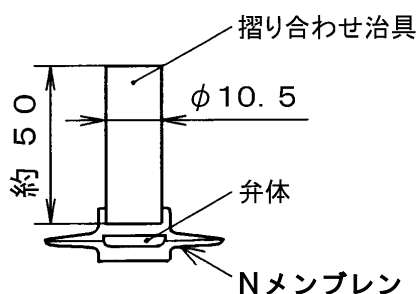

図 11 弁体摺り合わせ治具
(2) 弁体に損傷がないか点検し、必要なら摺り合わせをするか、または新品と交換します。軟鋼材などで図 11 のような摺り合わせ治具を準備しておきますと弁体の摺り合わせができます。